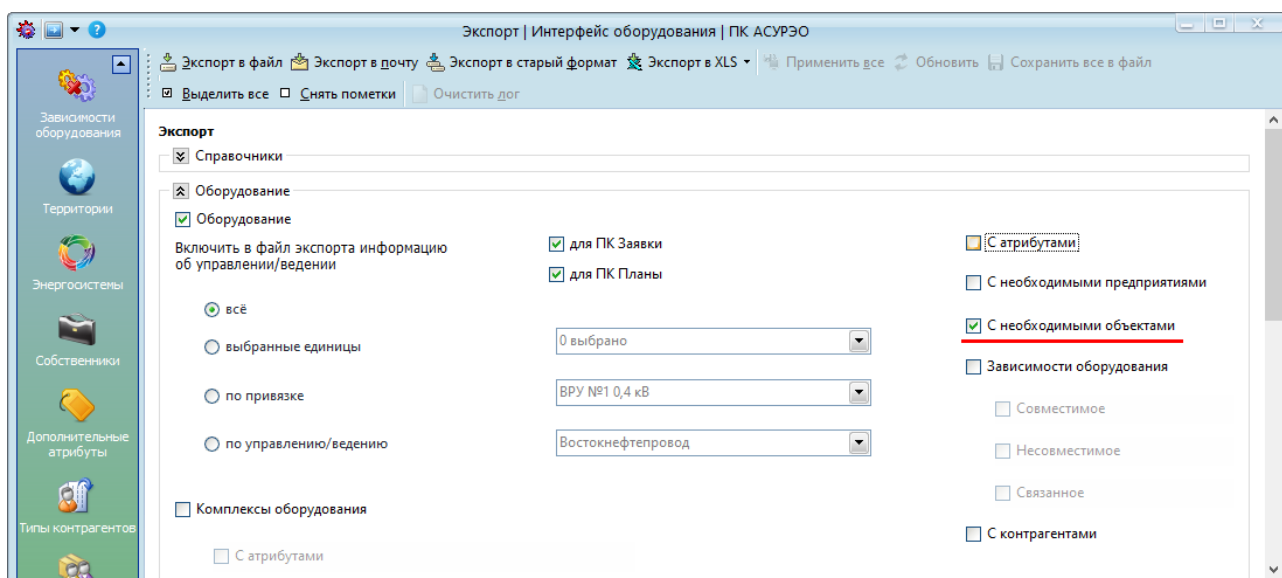

Рисунок 21.19 – Экспорт оборудования с объектами в управлении / ведении
- «С необходимыми объектами» - в файл экспорта вносится оборудование с информацией об объекте, в управлении / ведении которого находится выбранное оборудование [Идентификатор выбранного предприятия]_DeviceSettings.xml) (Рисунок 21.19).